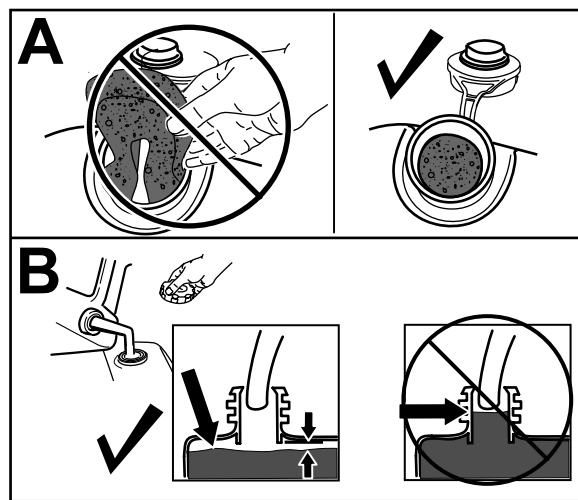

Рисунок 10
**Внимание:** Данная машина оборудована топливным баком улучшенной конструкции, в котором установлена вставка из пеноматериала для предотвращения перемешивания топлива. Запрещается удалять фильтрующий элемент из пеноматериала, так как благодаря ему двигатель может выработать все топливо, находящееся в топливном баке (вид А на Рисунок 10).
**Примечание:** Не доливайте топливо в топливный бак выше уровня нижней границы заливной горловины бака (вид В на Рисунок 10).